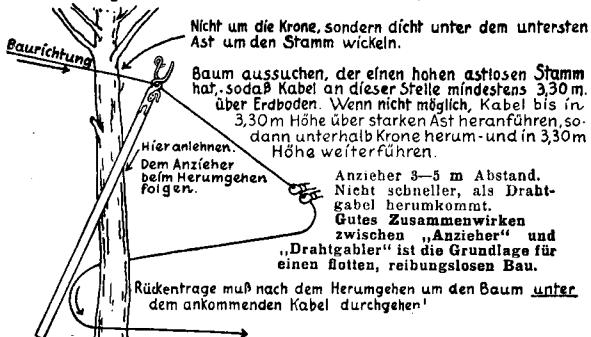
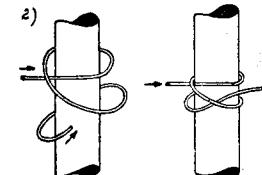

Bild 3. Ummwickeln des Kabels um einen Stamm.
Bild 6.
Umwickeln eines Baumstammes oder eines Aststumpfes zeigen Bild 3 und 4.
Das Kabel wird um jede Stange ähnlich nach Bild 3 herumgeführt.
a= und b-Leitungen werden mit etwa 30—50 cm Abstand glatt auf dem Erdboden verlegt. Die Leitung ist ohne Spannung zu führen, damit sich das Kabel den Unebenheiten des Bodens anschmiegen kann. Von Zeit zu Zeit ist das Kabel an eingeschlagenen Pfählen, Strauchwerk usw. unmittelbar über dem Erdboden mit Mastwurf (s. Bild 6) abzubinden. Zwischen den Festpunkten ist das Kabel etwa alle 100 m zu beschweren. Zum Schutz gegen Störungen empfiehlt sich Verlegung in trockenen Gräben, Ackerfurchen usw.
g) Telegraphen- oder Fernsprechleitungen sind an einer Telegraphenstange zu kreuzen. Das Kabel ist um die Stange herumzulegen (Bild 3) oder mit Mastwurf abzuspannen (Bild 6) oder an Isolierröllchen zu befestigen.